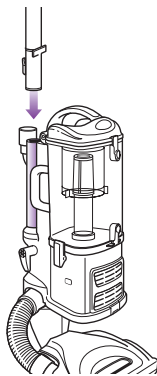

Fig. 9
- 3 Fixez l'extrémité du tube-rallonge au tube à l'arrière du corps de l'aspirateur *Lift-Away^{MD}* jusqu'à ce qu'il soit bien enclenché. **(Fig. 9)**